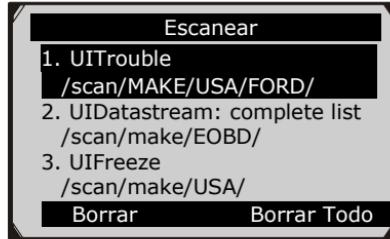

Figura 4.1
- 1) Use el botón de desplazamiento **IZQUIERDO/DERECHO** para seleccionar **Reproducir** desde la **Pantalla Principal** (Figura 3.1), y presione el botón **OK**. Espere a que la pantalla de **Escaneo** aparezca. (Figura 4.1)